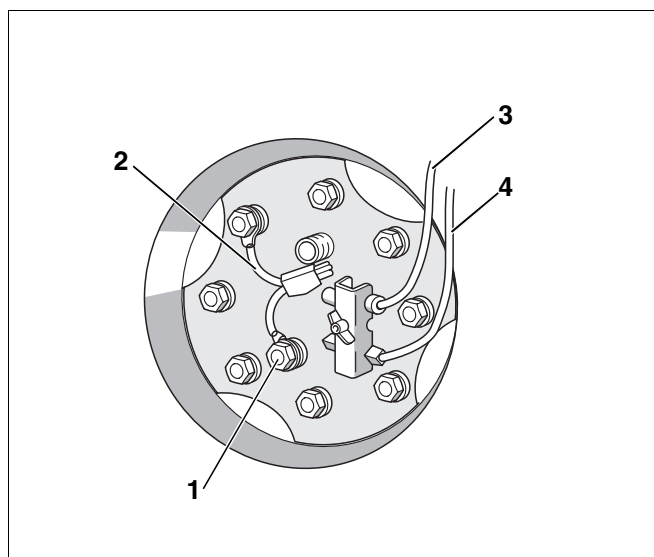

Рис. 13 Крепление кольцевых наконечников заземляющего кабеля болтами
- Уложить кольцевой наконечник заземляющего кабеля и завернуть болты (рис. 13).
Экспликация к рис. 13: